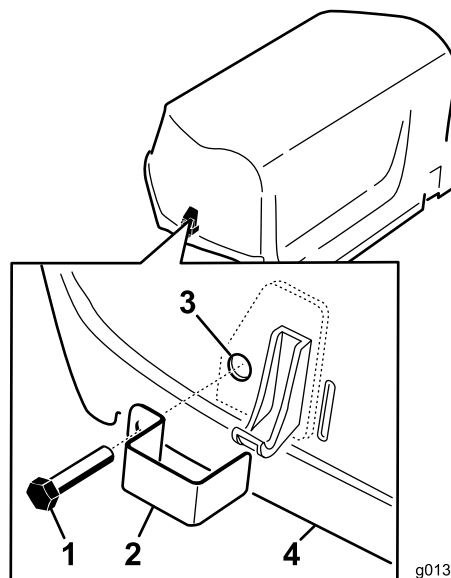

図 7
1. フードの左右についているラッチのそれぞれに、ラッチロックをタップボルトで固定する左右合計 2 個 図 7。
2. プライヤかモンキーレンチを使って、内部ロックワッシャを各ボルトに入れて 1 山か 2 山ボルトを固定する 図 7。